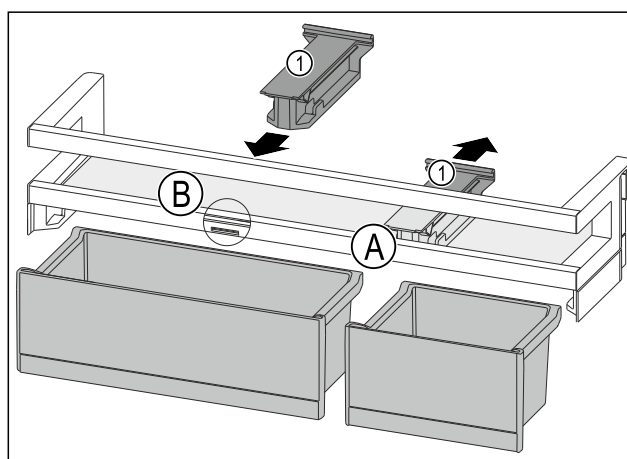

Fig. 193
- Retirer la pièce de retenue Fig. 193 (1) en position Fig. 193 (A) vers l'arrière.
- Mettre la pièce de retenue Fig. 193 (1) en position Fig. 193 (B).